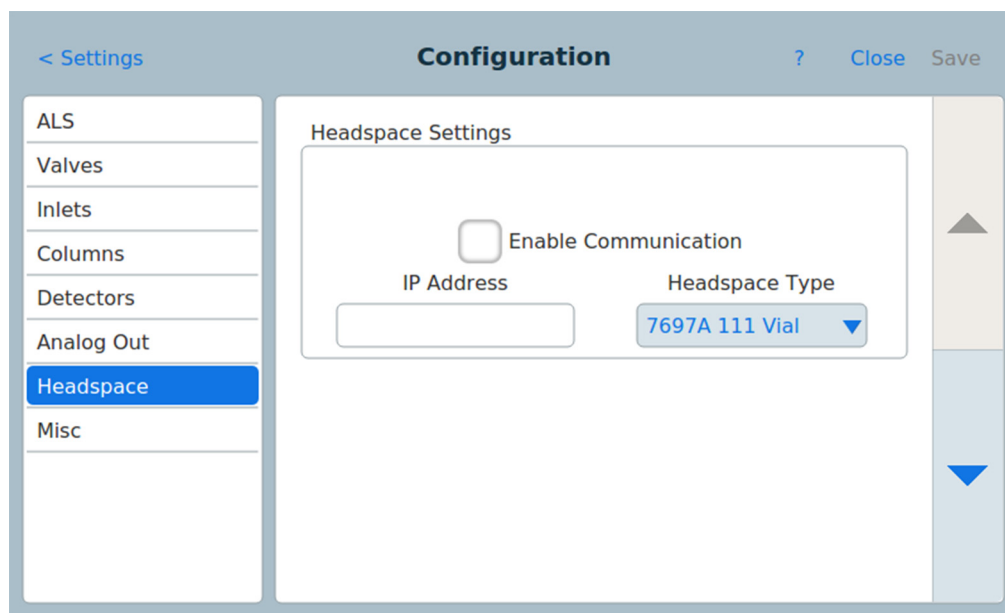

Figure 60 Page des paramètres de l'espace de tête
- 3 Appuyez sur le type de dispositif **Espace de tête** dans la liste sur la gauche de la page. Les propriétés du type de dispositif sélectionné apparaissent sur le côté droit de la page. Voir Figure 60.